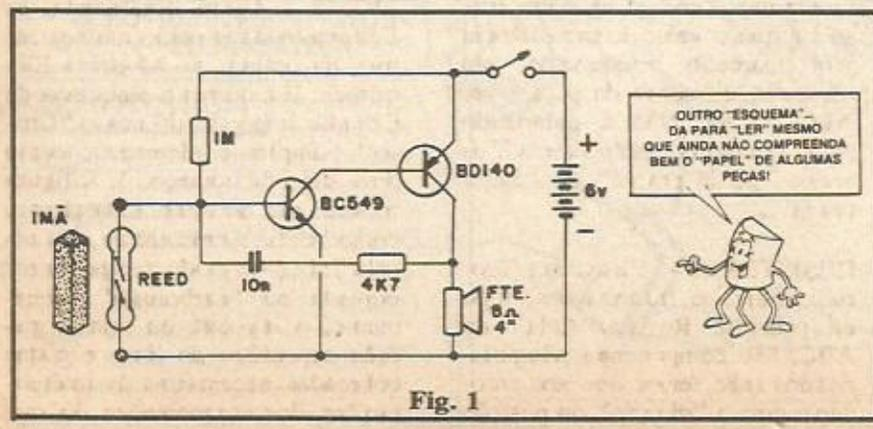

Fig. 1
- FIG. 1 - É o "velho" incio de qualquer montagem: o diagrama esquemático do circuito (ou simplesmente "esquema", para os íntimos...). Muito fácil de seguir e "ler", uma vez que os componentes e ligações são em número reduzido, o circuito inclui, como peças "ativas", transístores (que serão objeto de "Aula" teórica logo, logo, no nosso "Curso", auxiliados por nossos já "manjados" companheiros, resistores e